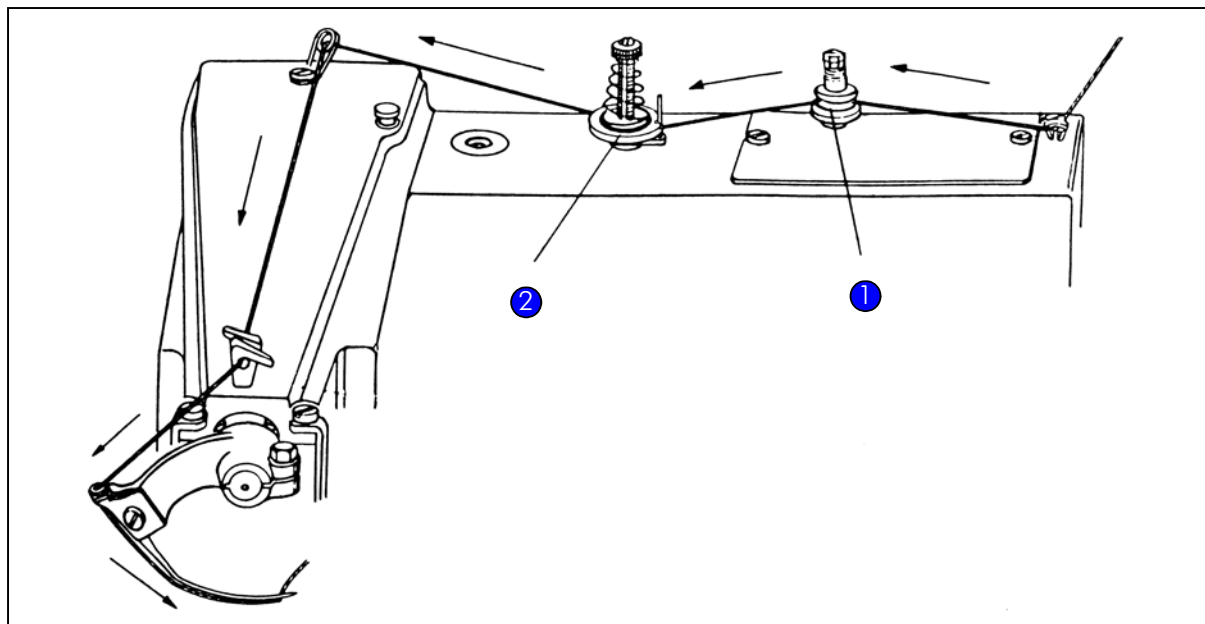

Figure 10 Pose du fil
- ▶ Poser le fil comme indiqué dans Figure 10. Faites attention de faire passer le fil à l'arrière du rouleau de guidage ❶ et à l'avant entre les disques de roulement du tendeur de fil ❷.